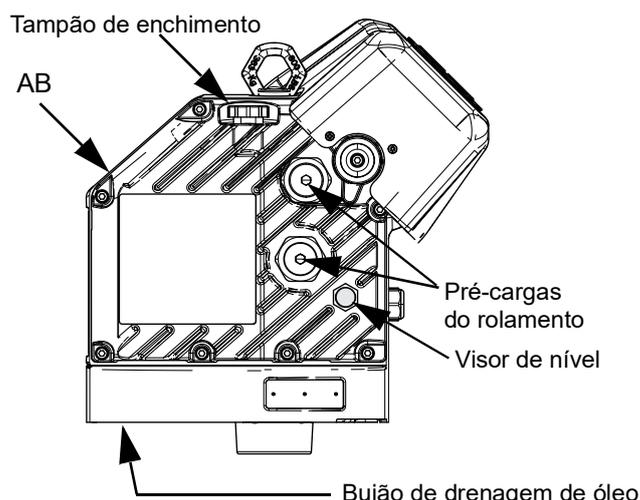

FIG. 39: Visor de nível e tampão de enchimento de óleo
3. Retire o bujão de drenagem de óleo. Consulte a FIG. 39 quanto à localização do bujão de drenagem. Deixe todo o óleo drenar do motor (AB).
Consulte a FIG. 39 abaixo. Verifique regularmente o nível do óleo através do visor de nível. O nível do óleo deve situar-se perto do ponto intermédio do vidro de observação quando o motor (AB) não estiver a funcionar. Se o nível do óleo for baixo, abra o tampão de enchimento e ateste com óleo para engrenagens sintético sem silicone Graco Ref.^a 16W645 ISO 220.